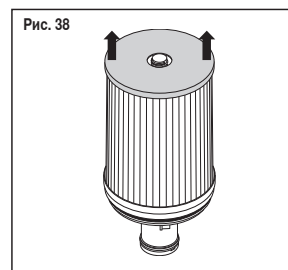

Рис. 38
9. Потяните вверх чтобы снять префильтр. (рис. 38)